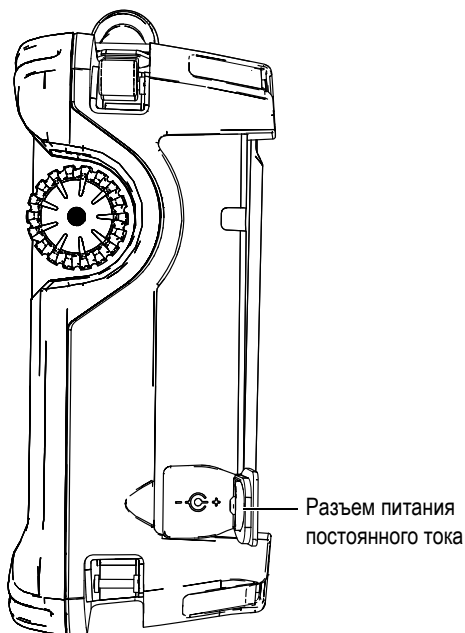

Рис. 3-4 Разъем питания постоянного тока OmniScan SX
2. На правой панели прибора OmniScan SX поднимите резиновую заглушку, закрывающую разъем питания постоянного тока (см. Рис. 3-4 на стр. 39).
3. Подсоедините адаптер питания постоянного тока к разъему питания постоянного тока OmniScan SX (см. Рис. 3-4 на стр. 39).